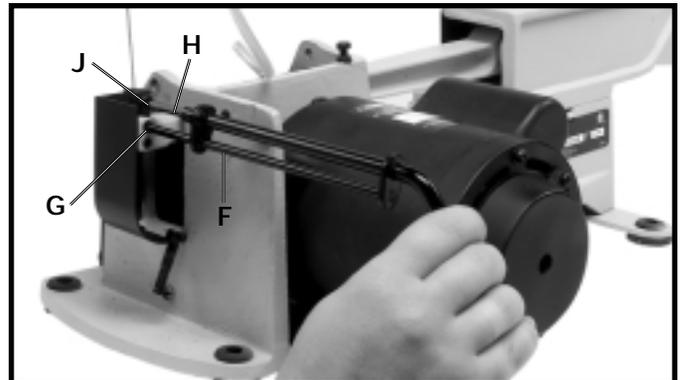

Fig. 5
4. Introduisez l'extrémité longue (F) fig. 5 de la clé de changement rapide de la lame, dans le trou (G) du porte-lame inférieur. Ainsi la clé (H) s'aligne automatiquement avec la vis (J) du porte-lame. Tournez la clé (H) dans le sens antihoraire. Ceci dégage automatiquement la lame du porte-lame inférieur.